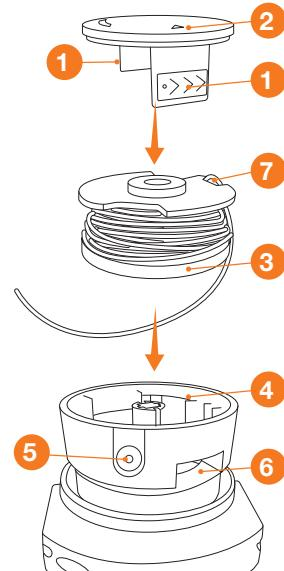

Рис. 14
- Для разборки головки необходимо надавить на язычки ① крышки ② в пазах головки (Рис. 14).
- Крышка ② выйдет из пазов и косильная головка будет открыта.
- Достаньте катушку ③.
- Заведите леску в прорезь на шпули ⑦.
- Установите шпулю в корпусе ④, протяните конец лески в отверстие ⑤.
- Установите крышку ② в корпусе совмещая язычки ① и пазы ⑥.